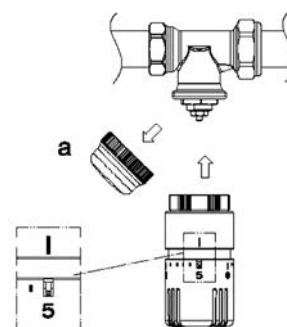

Рисунок 1
2. Установка термостатической головки на клапан выполняется в следующем порядке (рисунок 1):